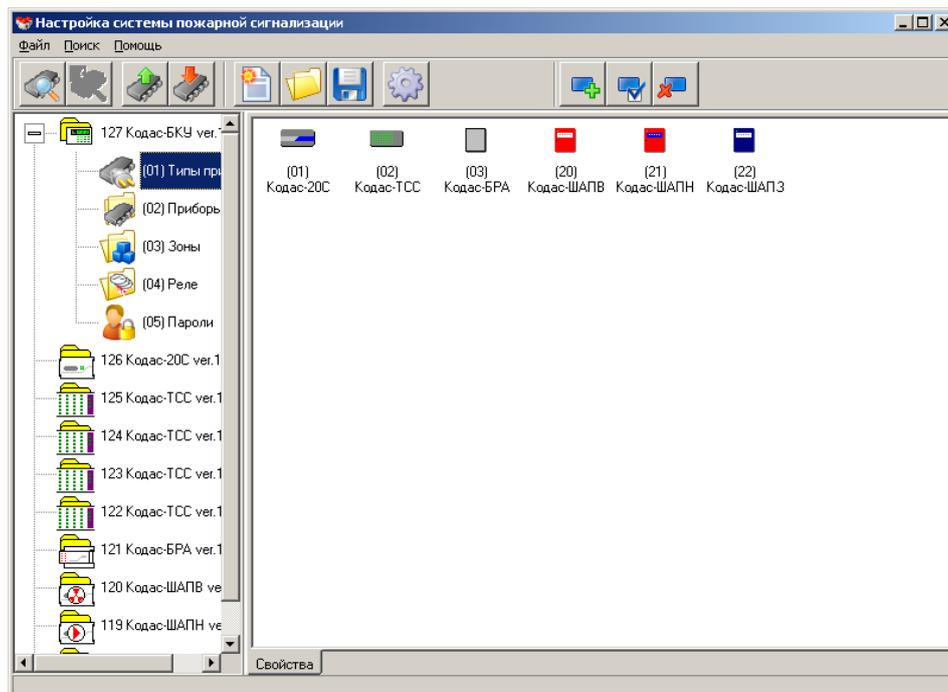

Рис. 5
- 3) Окно детального представления объектов (правая панель), находящихся в левом окне. Свойства объектов, изображенных в этом окне, раскрываются в диалоговых окнах двойным нажатием левой клавиши мыши и в которых можно выполнять их конфигурирование (рис.5, рис.6).
При выделении элемента списка «(01)Типы приборов» в правом окне отображаются типы блоков, которые можно включать в конфигурацию Кодас-БКУ (рис.6). По умолчанию в программе заданно три стандартных типа блоков: Кодас-20С, Кодас-БРА, Кодас-ТСС и три шкафа автоматике: Кодас-ШАПВ, Кодас-ШАПН, Кодас-ШАПЗ (рис.5). Добавление новых типов необходимо в двух случаях: во-первых, если добавляется блок нового типа, во-вторых, может возникнуть необходимость использовать большее количество блоков Кодас-20С при неполном использовании ШС каждого из блоков. Использовать такой блок удобно, описав пользовательские типы. Пользовательский тип представляет собой тип с заданным пользователем количеством шлейфов и выходов (реле). Всего Кодас-БКУ определяет 68 пользовательских типов с номерами от 32 до 100. Для добавления, удаления и изменения